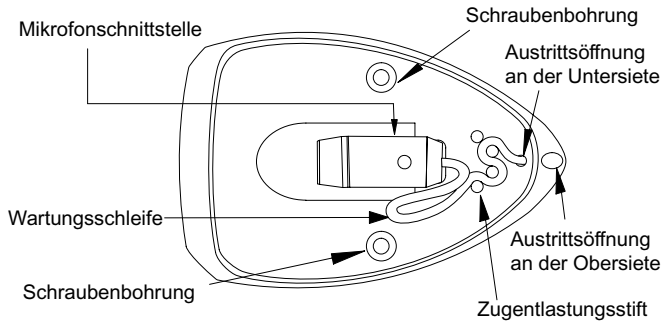

ABBILDUNG 1
3. Das Kabel verlegen (Abbildung 1).